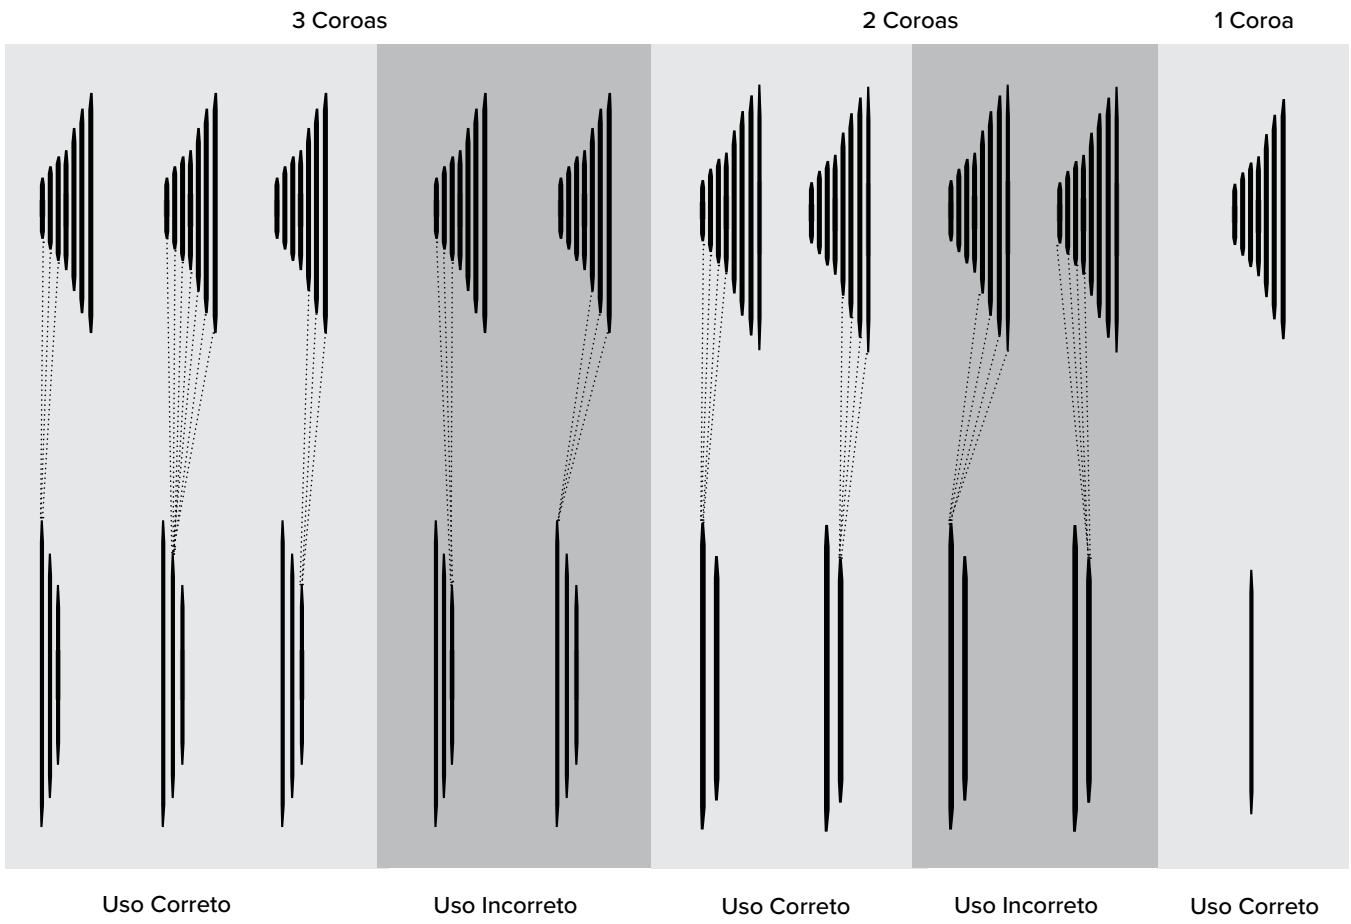

Figura 3
- \_ Corrente de transmissão – a corrente transmitirá todo o movimento para a roda-livre e, conseqüentemente, fará a bicicleta movimentar-se. Para um melhor desempenho da bicicleta, a utilização do sistema de câmbio deve ser otimizada e o usuário deverá ter como regra de uso a seguinte forma (Figura 3)